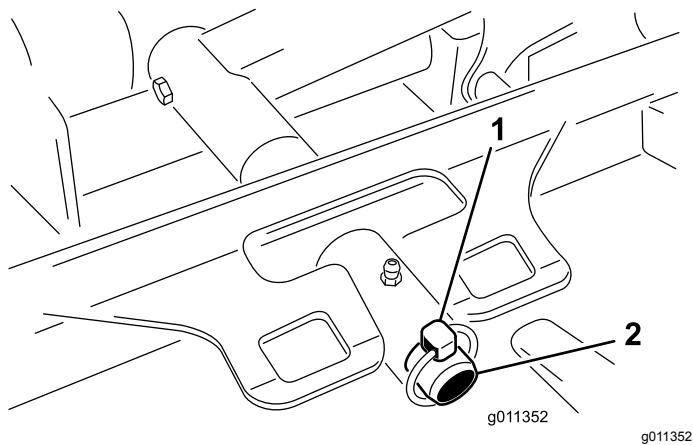

Рисунок 82
- Снимите шплинт или крепежную гайку (только на машинах Groundsmaster 4700), с помощью которых несущая рама деки крепится к оси поворота подъемного рычага (Рисунок 82).
- Наденьте несущую раму деки на ось поворота подъемного рычага. Закрепите шплинтом или крепежной гайкой (только на машинах Groundsmaster 4700) (Рисунок 82).